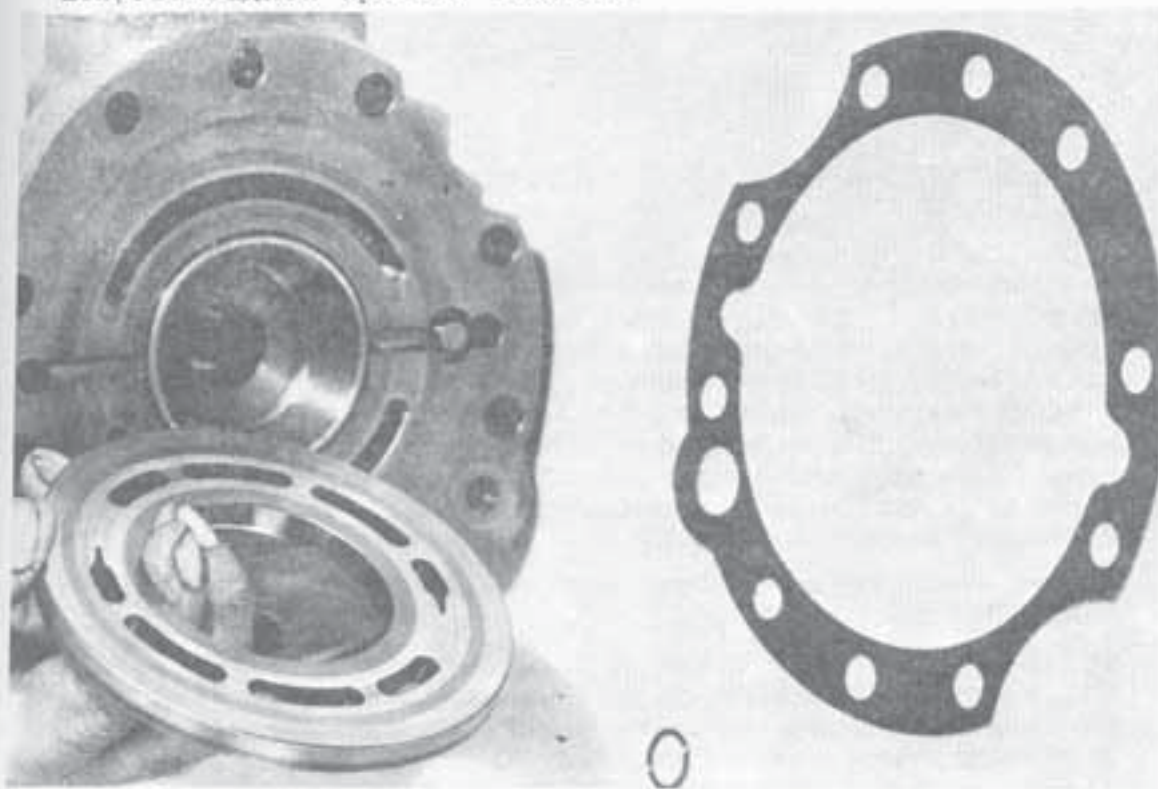

Рис.34.
2. После этого подшипниковую плиту установить на блок цилиндров таким образом, чтобы щель подшипниковой плиты находилась под штифтом блока цилиндров. Этим способом подшипниковая плита фиксируется. Опрыскай теперь подшипниковую плиту чистым гидравлическим маслом. Клапанную плиту устанавливать ее щелью до положения под штифтом задней крышки. Рис.34.